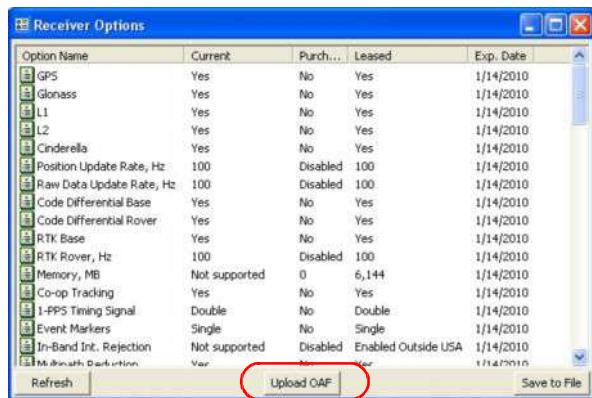

Рис. 5-5. Опции приемника
- Нажмите кнопку Upload OAF в нижней части окна Receiver Options (см. Рис. 5-5).